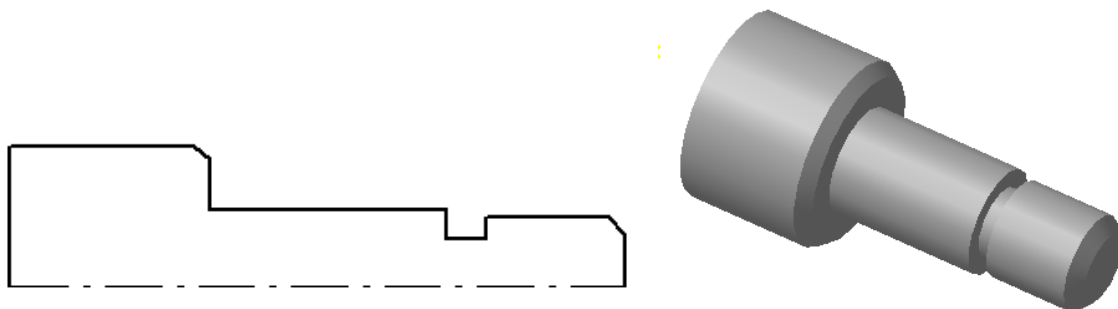

Рис. 72
Для создания цилиндра вращения можно воспользоваться перемещением окружности в направлении нормали, но при формировании поверхности вращения более сложной формы наиболее рационально предварительно изобразить контур с помощью ломаной линии и ось вращения (рис. 72), а затем выполнить поворот на  $360^\circ$ .
- 2) **операция вращения** – вращение контура вокруг оси (ось выполняется типом линии **Осевая**), лежащей в плоскости контура (рис. 72);